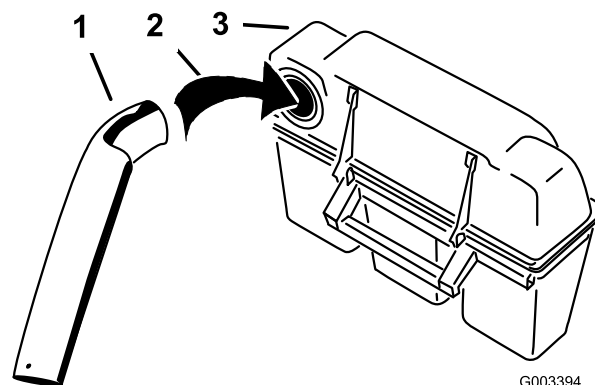

Figura 20
5. Instale el tubo superior en la abertura del ensacador y vuelva a retirarlo de manera que sobresalga el sello de goma (Figura 20).